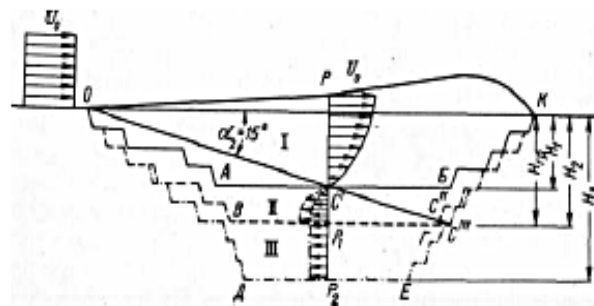

Рис. 2. Схема к определению основных этапов отработки карьера в зависимости от эффективности его естественного проветривания:
Основные этапы отработки карьера, исходя из схем его естественного проветривания могут устанавливаться графическим и аналитическим способами. Графический способ хотя и более трудоемок по сравнению с аналитическим, однако он более нагляден. Для решения этой задачи на плане карьера в обрабатываемом проектном контуре строятся характерные вертикальные профили, проходящие через его глубокую часть (рис. 2). Критерием оценки эффективности проветривания является безразмерная величина:
Из рис. 2 и формулы (1) следует, что при различном сочетании $H_{\text{сп}}$ и H величина \bar{H} может иметь разные значения в диапазоне $0 \geq \bar{H} \leq 1$. Исходя из эффективности естественного проветривания с учётом влияния вредных примесей на уровень загрязнения атмосферы карьера, основные этапы его отработки соответствующим глубинам, определяемым величиной \bar{H} : первый этап — $\bar{H} > 0$; второй — $0,5 > \bar{H} > 0$; третий — $\bar{H} < 0$.
На первом этапе отработки объем $OABKO$ (рис. 2) проветривается по прямооточной (при $\beta_n \leq 15^\circ$) или рециркуляционно-прямоточной схеме (при $\beta_n > 15^\circ$). При этом его большая часть находится в зоне действия прямых потоков воздуха, а рециркуляцией охвачен сравнительно небольшой объем ($OAC'O$), примыкающий к подветренному борту карьера. Вследствие этого загрязнения атмосферы не возникают или их уровень незначителен, а скорости воздушного потока у поверхности уступов и дна карьера при среднегодо-